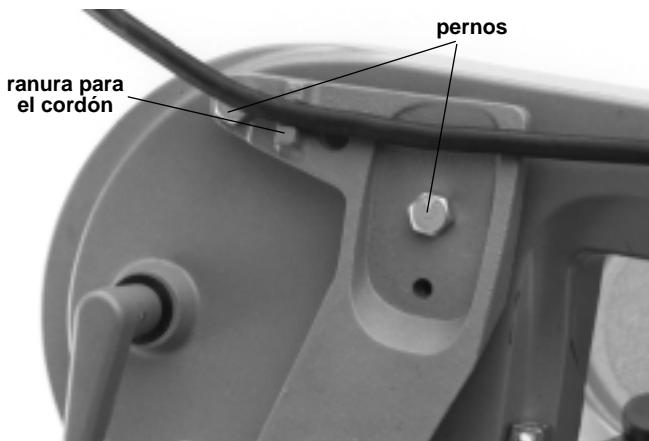

Figura 4
2. Coloque el brazo de montaje de la prensa de tornillo sobre la sierra (*Figura 4*) y fíjelo con los dos pernos de cabeza hexagonal provistos con la prensa 32V. (Par de torsión: 40 a 50 pulgadas libras.)
4. Coloque el cordón en la ranura como se muestra en la *Figura 4*.